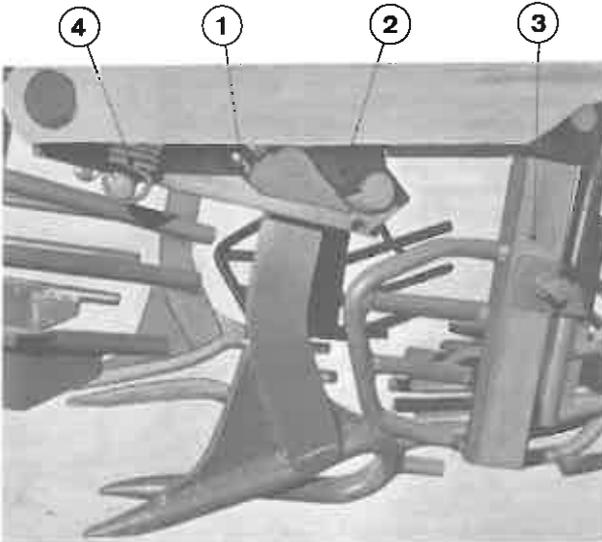

Fig. 3
**Steinauslöserschar (Fig. 3)**
nach hinten und nach oben bei Anfahren eines bodenfesten Steines schwingt. Das Hebereisen wird von einem federbelasteten Kniegelenk (2 Fig. 3) am Platz gehalten. Der Auslöserdruck wird mit der Schraube (1 Fig. 3) geregelt. Wird die Schraube rechts gedreht, wird das Kniegelenk weiter vom Schlosspunkt weggepresst, und die Auslöserkraft wird vermindert. Zwischenschienen (3 Fig. 3) müssen in Seitenrichtung montiert werden, so dass es Raum gibt, dass Hebereisen nach hinten schwingen kann.
Wenn der Steinauslöser wirksam gewesen ist, wird die Maschine ganz nach oben gehoben. Die Feder (4 Fig. 3) wird dann das Hebereisen auf seinen Platz wieder ziehen, fertig weiter zu fahren.